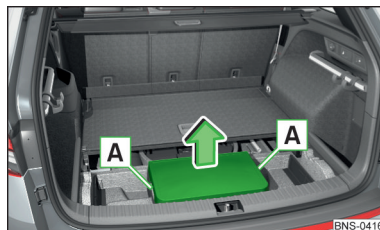

Fig. 331
- › Apucați capacul bateriei de mânerul și scoateți-l în sensul indicat de săgeată » fig. 331.